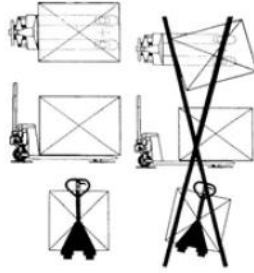

Fig. 6
5.2 O tipo de carregamento de carga é mostrado na fig. 6.